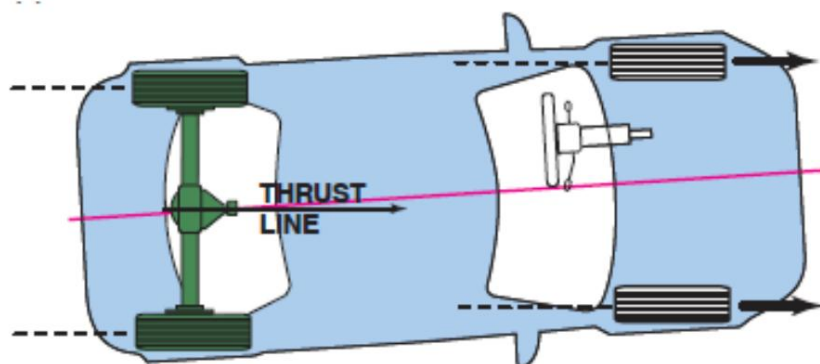

Figura 46. Rastreo de perros.
2. Si el perno central se rompe, las hojas individuales pueden moverse y el eje trasero ya no se mantiene en su posición correcta. Cuando un lado del eje trasero está detrás del otro, el vehículo se desviará. El desvío se refiere al ángulo lateral del vehículo al circular en línea recta. Figura 46.